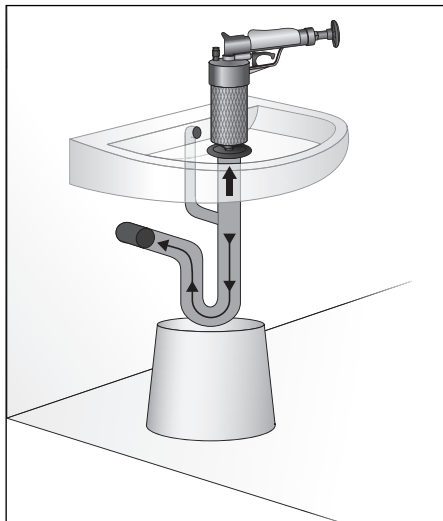

Fig. 6
5. Exercez une légère pression, en actionnant 3 à 4 fois rapidement la pompe ③. Si vous pompez trop lentement, de l'air peut à nouveau s'échapper de l'appareil.
6. Retirez le bouchon et insérez l'appareil sur le déversoir, conformément à la figure 6.